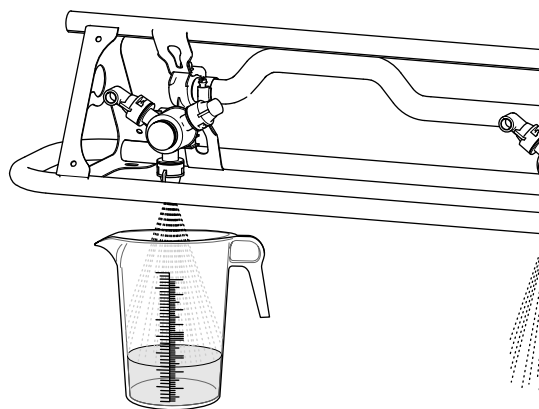

Bild 51
5. Fangen Sie das Wasser von den Sprühdüsen auf, bis der Sprühfluss abgestellt wird (Bild 51).